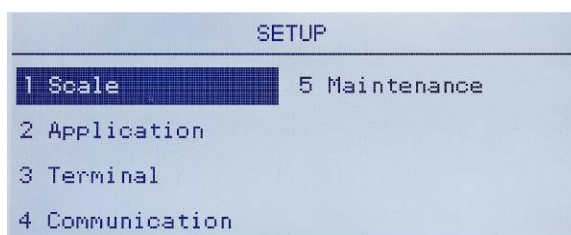

Figure 3-26 : Menu de configuration - Réinitialisation
1. Appuyez sur la touche MENU et sélectionnez ensuite l'icône de configuration . La Figure 3-26 présente la première page du menu de configuration avec affichage des cinq branches principales.